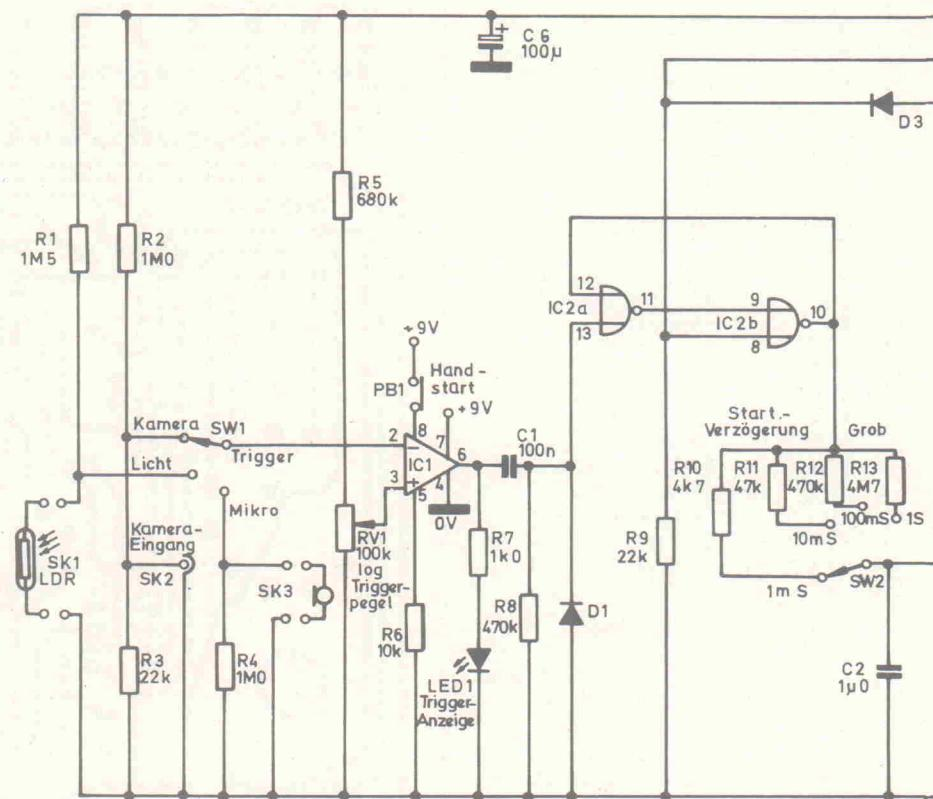

Bild 1. Stromlaufplan des Blitzsequencers.
Bild 1. Integrierte Schaltungen werden mit photolithographischen Verfahren hergestellt: (1) Auf einer Siliziumscheibe wird eine Oxidschicht geätzet, dann eine lichtempfindliche Schicht aufgebracht. (2) Die lichtempfindliche Schicht wird belichtet, das Bild der Schaltung weggeätzet. (3) Die unter der Abbildung liegende Oxidschicht wird ebenfalls weggeätzet. (4) Die lichtempfindliche Schicht wird entfernt. Verunreinigende Atome diffundieren in die Siliziumschicht. Die endgültige Struktur entspricht einer Anordnung vieler planarer Transistoren.
dem man die belichteten Stellen entfernt. Übrig bleibt ein Bild der Schaltung, bestehend aus der Isolierschicht von  $\text{SiO}_2$ . An den Stellen des Bildes wird nun der Isolator weggeätzt, das Bild liegt jetzt direkt auf der Siliziumoberfläche. In diese offenen Siliziumstellen lässt man 'verunreinigende' Atome diffundieren, indem man die Siliziumscheibe bei hohen Temperaturen einem Gas dieser Atome aussetzt. Auf diese Weise erreichen die offenen Stellen die gewünschte Leitfähigkeit. Das Ergebnis ist eine Anordnung von planaren Transistoren oder anderen Schaltelementen. Bild 1 zeigt diese Methode. Auf ähnliche Weise werden Metallelektroden und leitende Verbindungen innerhalb der Schaltung aufgebracht.